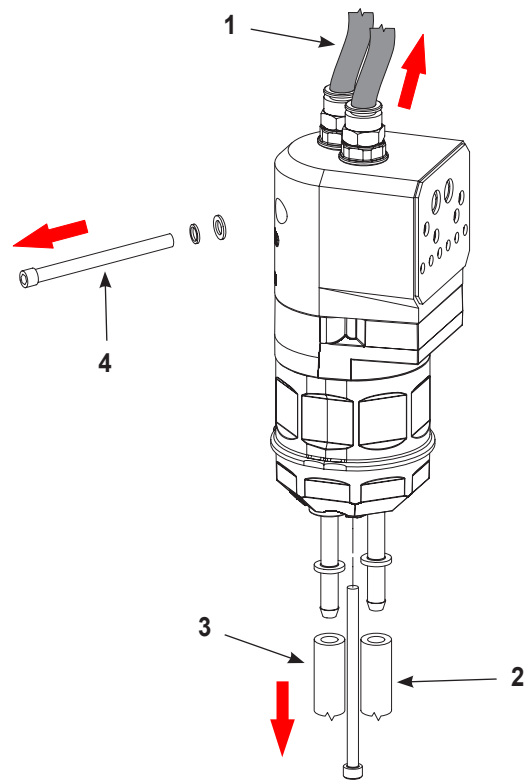

Abbildung 18 Vorbereitung für Zerlegen einer Nachrüstpumpe
1. Siehe Abbildung 18. Die Spülluftleitungen oben an der Nachrüstpumpe (1) trennen, falls zutreffend.